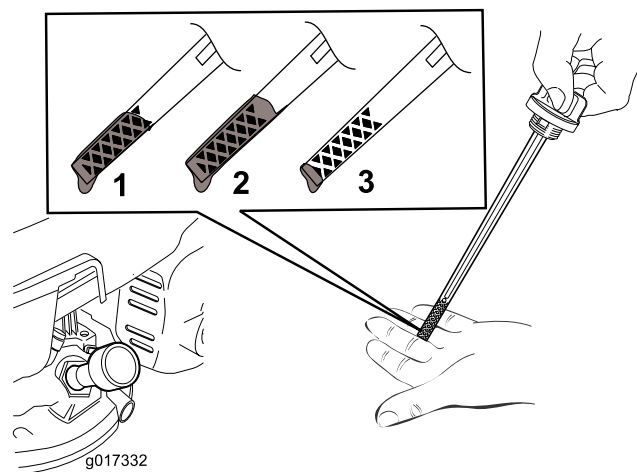

图12
5. 查看量油尺上的油位（图12）。
- 如果量油尺上的油位过低（图12），请小心地将少量 API 系列等级 SJ 或更高的多级矿物油 SAE 10W-30 倒入注油管中，等待 3 分钟，然后重复步骤 3 至 5，直至量油尺上的油位达到正确水平。
- 如果量油尺上的油位过高（图12），请将多余的油拔出，直至量油尺上的油位达到正确水平；请参阅 更换机油（页码 14）。
2. 逆时针旋转并拉出量油尺盖，取出量油尺（图12）。